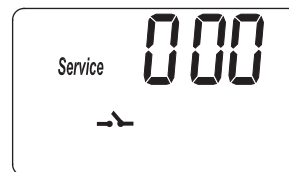
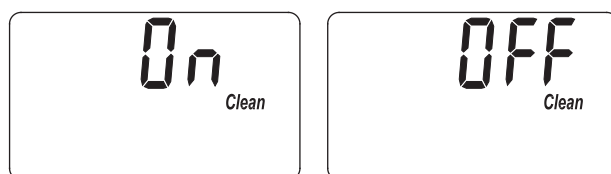
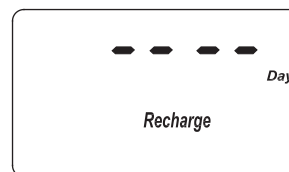
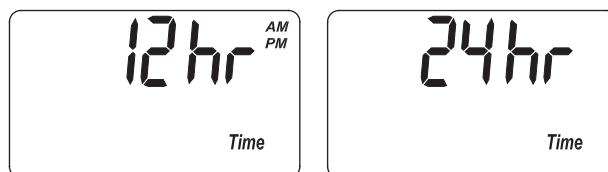

FIG. 27
FIG. 28
FIG. 30
FIG. 31
1. Mantenga oprimido el botón PROGRAM (Programar) hasta que aparezca la pantalla que se indica en la Fig. 27. Cuando ello ocurra, oprima dos veces el botón PROGRAM (Programar) y aparecerá una de las dos pantallas que se indican en la Fig. 28.
1. Mantenga oprimido el botón PROGRAM (Programar) hasta que aparezca la pantalla que se indica en la Fig. 27. Cuando ello ocurra, oprima cuatro veces el botón PROGRAM (Programar) y aparecerá la pantalla que se indica en la Fig. 30.
1. Mantenga oprimido el botón PROGRAM (Programar) hasta que aparezca la pantalla que se indica en la Fig. 27. Cuando ello ocurra, oprima cinco veces el botón PROGRAM (Programar) y aparecerá una de las dos pantallas que se indican en la Fig. 31.